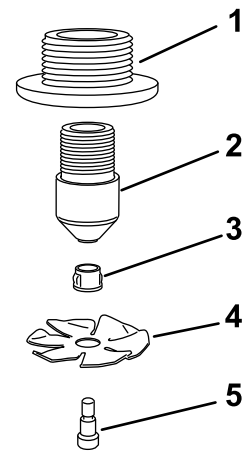

Bild 14
1. Bauen Sie die Düsen ein, siehe (Bild 14).